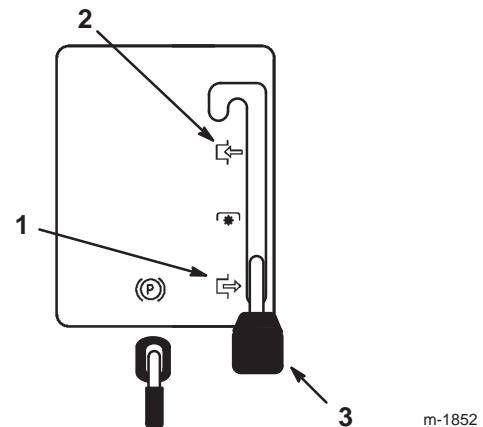

Figure 5
2. Mettez la commande de lame (PdF) en position embrayée (Fig. 5).
2. Mettez la commande de lame (PdF) en position débrayée (Fig. 5).
- Mettez la commande de lame (PdF) en position débrayée (Fig. 5).